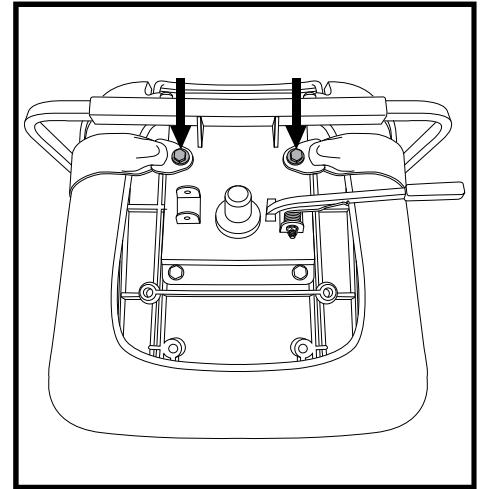

Abb. 29. Befestigungsschrauben des Rückhalteturkes
2. Sitz umdrehen, um die Unterseite einzusehen. **Siehe Abb. 29.**